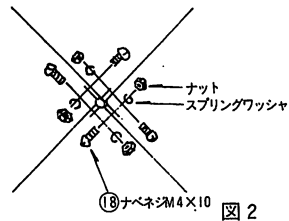
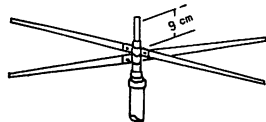

図2
図3
6) ①素子1と②トラップ素子と③素子2をそれぞれ⑮ナベタッピンネジ(5×12)歯付座金(M5)、⑰ナベタッピンネジ(4×8)歯付座金(M4)で接続し、図2、図3のトップロード板の取付に指示したとおり⑨トップロード板を⑱ナベネジ(M4×10)スプリングワッシャ(M4)ナット(M4)で取付けます。
7) 組上げた素子部を給電部に差し込み⑮六角ボルト(M6×18)歯付座金(M6)で固定します。